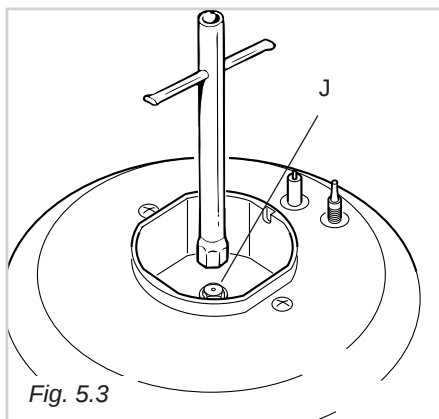

Fig. 5.3
- ✓ A l'aide d'une clé plate, remplacer les injecteurs "J" (Fig. 5.3 - 5.4) par ceux qui conviennent au gaz que l'on va utiliser.